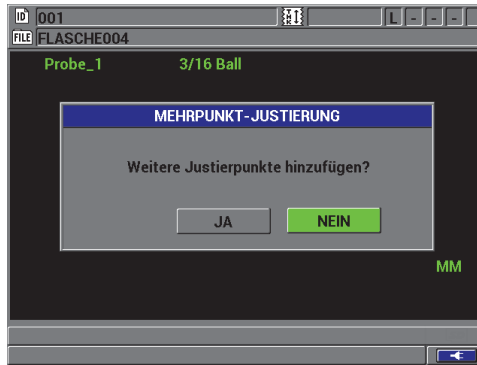

Abbildung 4-10 Zusätzliche Justierpunkte hinzufügen
- Mehrpunkt-Justierung: Das Gerät wird die Frage anzeigen, ob Sie zusätzliche Justierpunkte hinzufügen wollen (siehe Abbildung 4-10 auf Seite 95). Mit **NEIN** beendet das Gerät die Standard-Grundjustierung. Mit **JA** können bis zu acht zusätzliche Justierpunkte hinzugefügt werden.